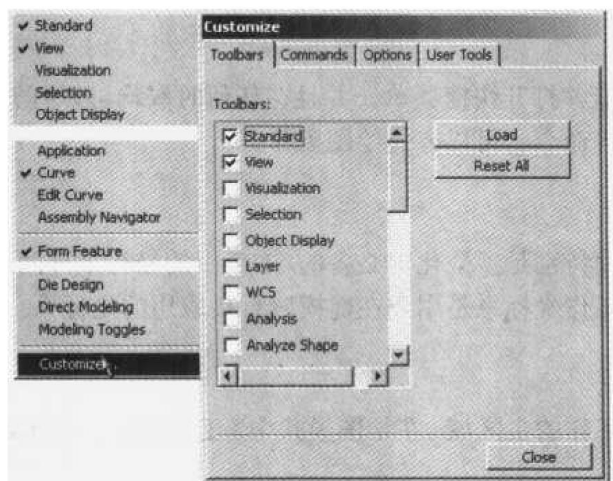
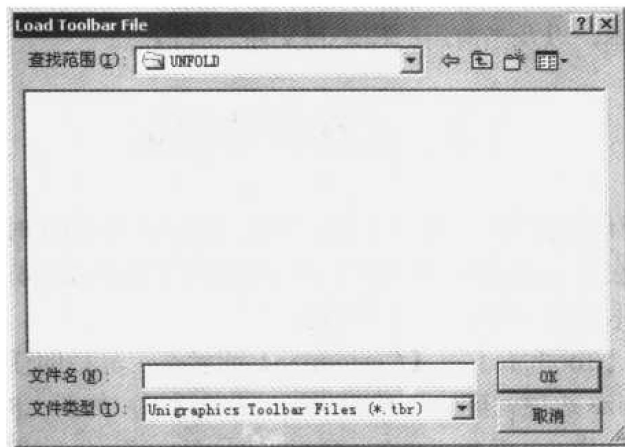

图 1.8 Toolbars 选项卡
图 1.9 Load Toolbar File 对话框
单击【View】→【Toolbars】→【Customize】或者在工具栏的任意位置上右击,从弹出菜单中选择Customize选项就可以打开Customize对话框,如图1.8所示,在对话框中有4个功能选项标签:Toolbars、Commands、Options及User Tools。单击相应的标签后,对话框中也会随之显示相关的选项卡。通过相关设置,可以进行相关工具栏的定制。完成定制后,单击Close按钮关闭该对话框。
Toolbars选项卡的内容如图1.8所示。用于设置显示或隐藏某些工具栏,装入工具栏定义文件,也可以按工具栏定义文件中的初始定义来重置工具栏。
- ◆ 单击图1.8中的Load按钮,就会弹出如图1.9所示的Load Toolbar File(装入工具栏定义文件)对话框,从中可选择工具栏定义文件。再单击按钮就可以了。
- ◆ 在图1.8中单击Reset All按钮,则会按工具栏定义文件中的初始定义重置工具栏,使其恢复为缺省设置。